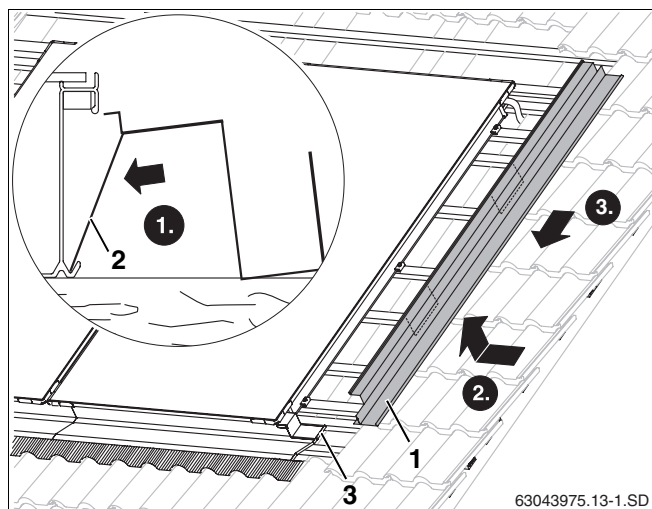

Abb. 49 Montage des rechten seitlichen Abdeckbleches
- Sie müssen die Haltebleche (Abb. 49, **Pos. 2**) in die Kollektorkante unten stellen.
- Seitliche Abdeckbleche rechts und links (Abb. 49, **Pos. 1**) mit den Kanten oben in die Griffmulde des Kollektors stecken und über das untere Abdeckblech einschieben.
- Die Falzüberlappung der beiden Bleche zur Fixierung zusammendrücken (Abb. 49, **Pos. 3**).